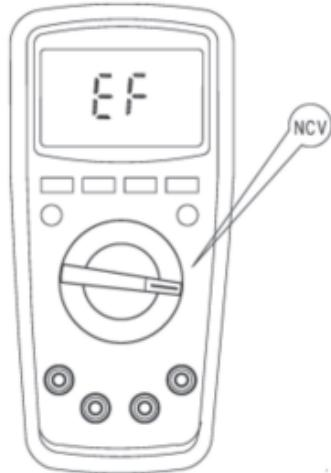

Рис. 12
7.9. Бесконтактное обнаружение переменного напряжения (см. Рис. 12)